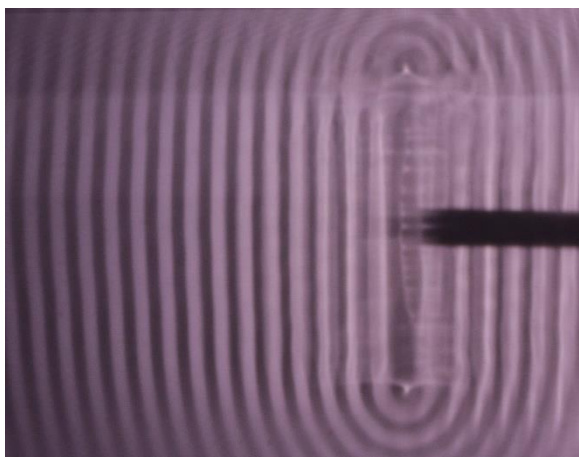

Fig. 1a: Geração de ondas planas
- Insira os excitadores de ondas apropriados, um após o outro, no braço até que estejam totalmente encaixados, fixe-os com o parafuso serrilhado e gere ondas planas, ondas circulares ou ondas circulares interferentes, conforme necessário (Fig. 1a – d). Ajuste a profundidade de imersão de cada excitador de ondas, definindo a altura do suporte de forma que a borda inferior do excitador de ondas toque levemente a superfície da água.